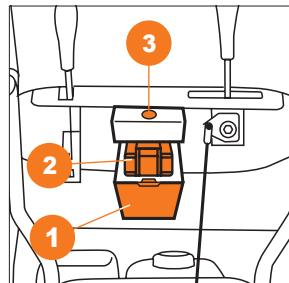

Рис. 21
- Откройте крышку ① отсека для аккумулятора (Рис. 21).
- Установите аккумулятор ② на место. Убедитесь в правильном расположении аккумулятора и соединении контактов (Рис. 21).
- Нажмите кнопку запуска ③ и удерживайте ее до момента запуска двигателя, но не более 5-ти секунд (Рис. 21)